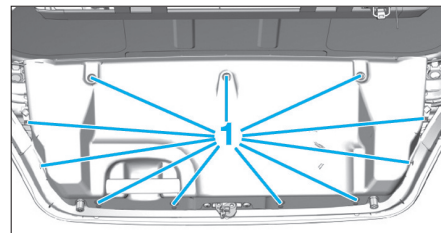

Fig. 108
- Dégrafer les agrafes (1) (Fig.108).